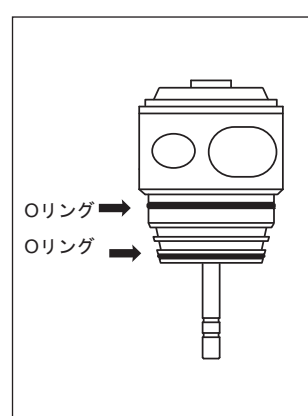

図7
- ・カートリッジの2本のOリングが、正しく取り付けられているか確認してからセットしてください。(図7)